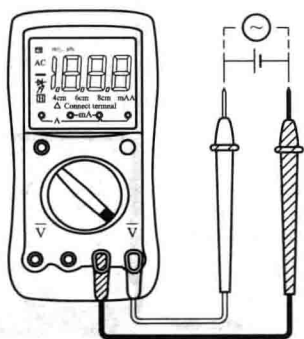

图 1-8 交、直流电压测量
(1) 根据电压的大小选择适当的电压测量量程, 如图 1-8 所示。
(2) 检测时红表笔的一端插入“V/ Ω ”插孔中。
(3) 黑表笔接触电路“地”端, 红表笔接触电路中待测点。